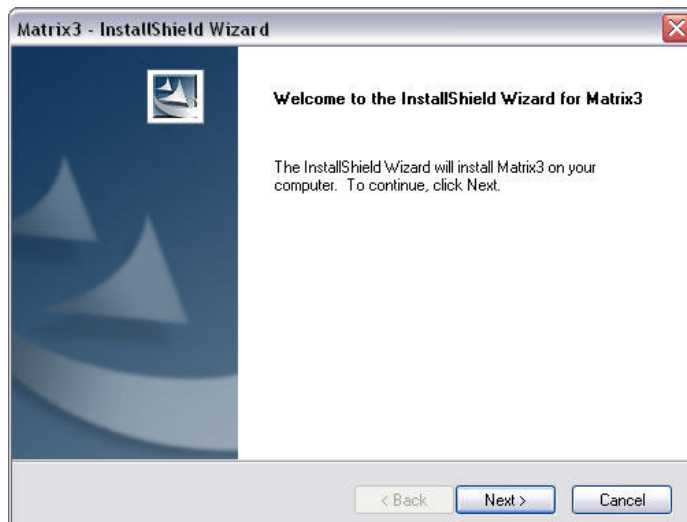

FIG. 17
10. Cliquez sur NEXT. InstallShield Wizard for Matrix3 commence l'installation (FIG. 17).